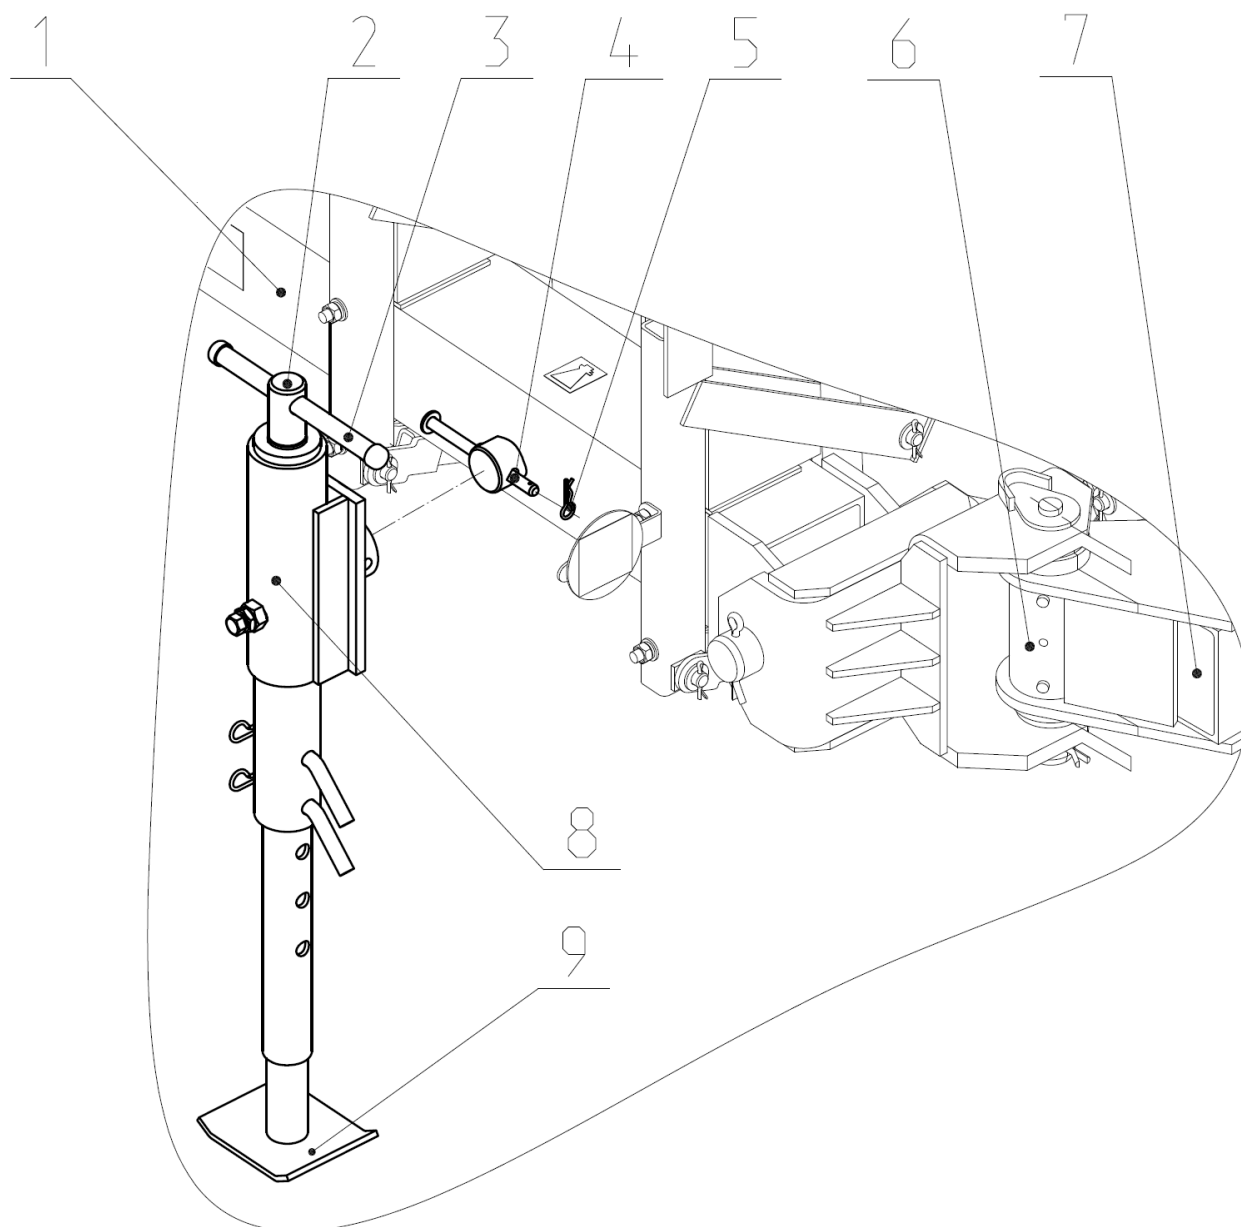

Рис.6 Опора стояночная СГВ 00.060.
2.1.4 Стояночная опора (рис.6) служит для обеспечения устойчивого положения борны в отцепленном (транспортном) положении, а также для регулирования положения сницы по высоте. Опора состоит из стакана 8, винта 2, пяты 9, рукоятка 3. Закрепляется опора на трубе боковой балки 1 фиксатором 4 и шплинтом 5. Регулирование положение сницы по высоте производят путем прокручивания винта 2 в стакане 8.